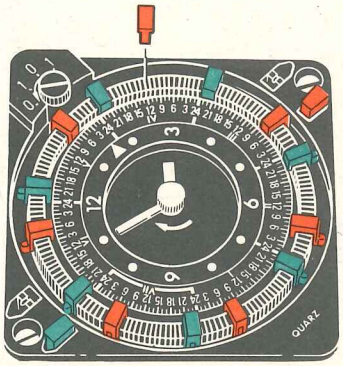

Fig. 5
*Ejemplo (véase fig. 5):
- En la fig. 5 está representado el ajuste: servicio de calefacción "normal" de 6.00— 9.00 y 14.00—22.00 horas y el servicio de calefacción con descenso de temperatura de 9.00—14.00 y 22.00— 6.00 horas.*